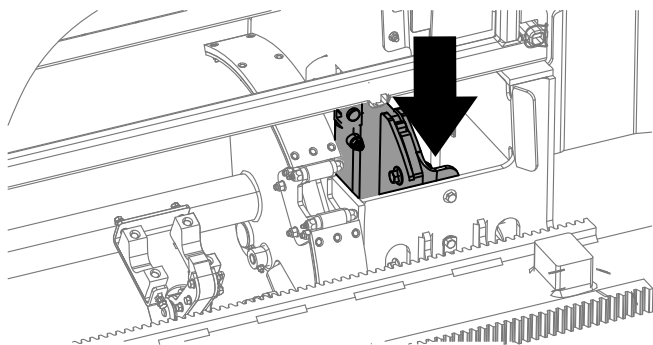

Figura 28
3. Mantenga pulsada la sección inferior del interruptor basculante (Figura 27) hasta que el conjunto de leva gire a la fila seleccionada y el elevador baje el tubo al hueco (Figura 28).